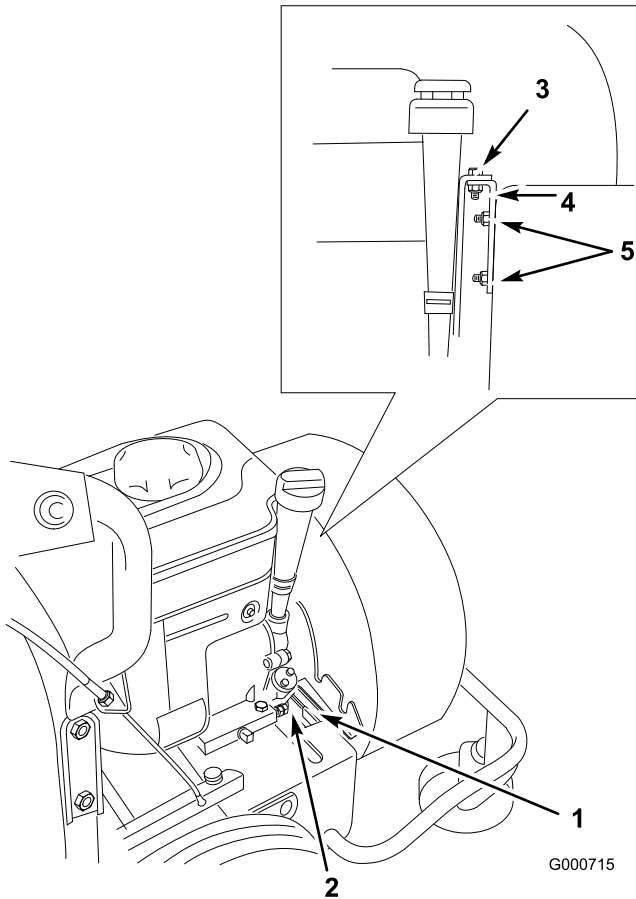

Figura 23
soffiatore sul bordo anteriore della base del motore (Figura 23).
- Montate la staffa del motore sugli spinotti di montaggio della scatola, usando due dadi di bloccaggio (Figura 23).
- Fissate la staffa alla staffa del motore usando il bullone tolto in precedenza (Figura 23).